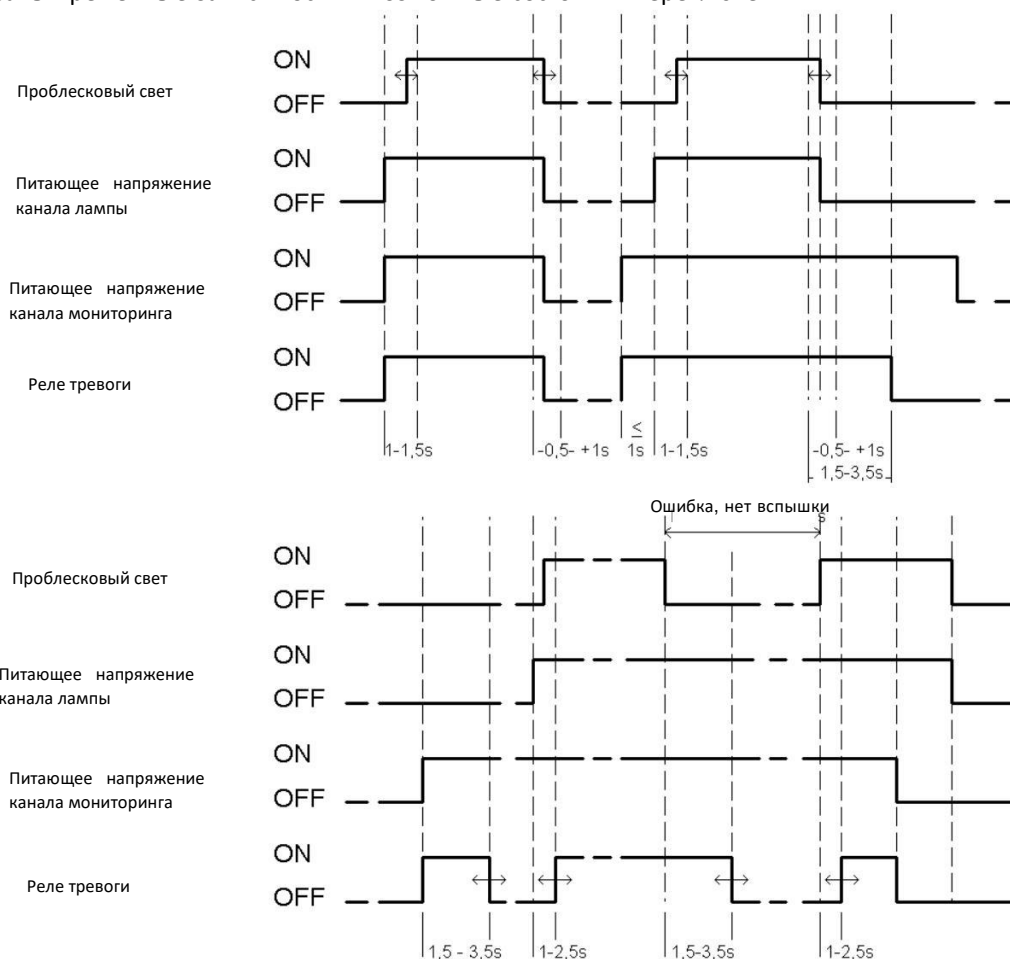

Рисунок 10. Функциональная временная диаграмма
- a) Подача питающего напряжения на канал питания лампы совместно с подачей питания на цепь мониторинга, в состоянии «нет ошибки», ведет к включению контактов реле S1 and S2. Если реле не включается, значит происходит ошибка в канале диагностики или соединительной линии (см. временные зав-ти рис. 10). Аналогичный эффект при отключении питания.
Обе части системы, канал проблескового света и цепь мониторинга, имеют разные источники питающего напряжения. Это означает, что возможна функциональная проверка, и она выполняется следующим образом (см. временные зависимости, рисунок 10):
Выводы о требуемом времени безопасности процесса могут быть сделаны в зависимости от использования функциональной временной диаграммы (рисунок 10). Время реакции генерации оптического предупреждающего сигнала и состояние реле тревоги зависят от включения питающего напряжения, и в случае ошибки (несмотря на запрос, пучок света не генерируется) представлены на рисунке 10.